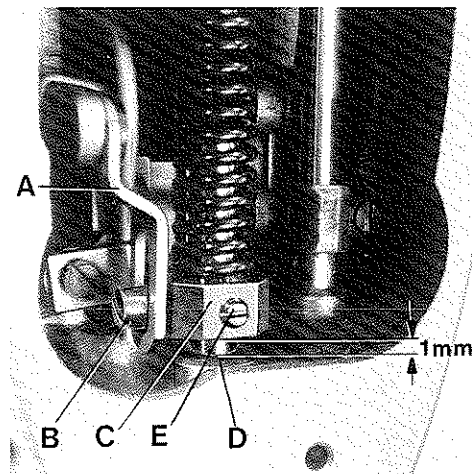
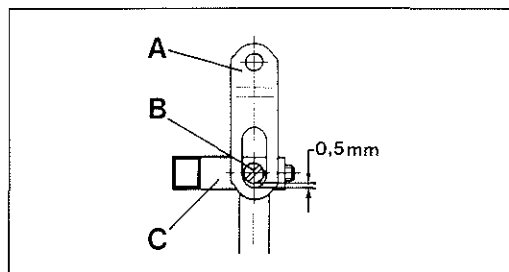

Fig.29
Fig.29A
With needle bar at bottom of stroke and presser foot resting squarely on throat plate, there should be a minimum clearance of 0,5 mm (.020 in.) between slot end of link (A, Fig. 29 and 29A) and shank screw (B) in presser bar connection and guide (C) when the foot lifter lever is released. At this time, there should also be at least 1 mm (.040 in.) clearance between bottom of presser bar connection and guide (C, Fig. 29) and top of presser bar bushing (D).
If adjustment is needed, proceed as follows: Loosen set screw (E, Fig. 29) in presser bar connection and guide (C). Then, while pressing the presser foot down firmly, pry up presser bar connection and guide (C) with a screwdriver to obtain the described setting dimensions and tighten set screw (E) securely.
Bei am unteren Hubende stehender Nadelstange und direkt auf der Stichplatte aufliegendem Drückerfuß, soll zwischen dem Schlitzende des Gelenks (A, Fig. 29 und 29A) und der Zapfenschraube (B) in der Drückerfußstangen-Verbindung und Führung (C) ein Mindestabstand von 0,5 mm sein (siehe Fig. 29A), wenn der Fußlifterhebel losgelassen ist. Gleichzeitig muß zwischen der Unterseite der Drückerfußstangen-Verbindung und Führung (C, Fig. 29) und der Oberseite der Drückerstangenbuchse (D) ein Abstand von mindestens 1 mm sein.
Ist eine Einstellung notwendig gehen Sie wie folgt vor: Lösen Sie den Gewindestift (E, Fig. 29) in der Drückerfußstangen-Verbindung und Führung (C). Dann hebeln Sie mit einem Schraubendreher, während Sie den Drückerfuß fest nach unten drücken, die Drückerfußstangen-Verbindung und Führung (C) nach oben, um die beschriebenen Einstellmaße zu erhalten und ziehen den Gewindestift (E) gut an.